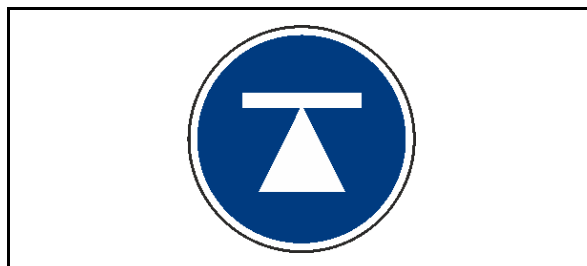

Fig. 278
2. Heben Sie die Maschine an einem der gekennzeichneten Ansetzpunkte (Fig. 278) an.